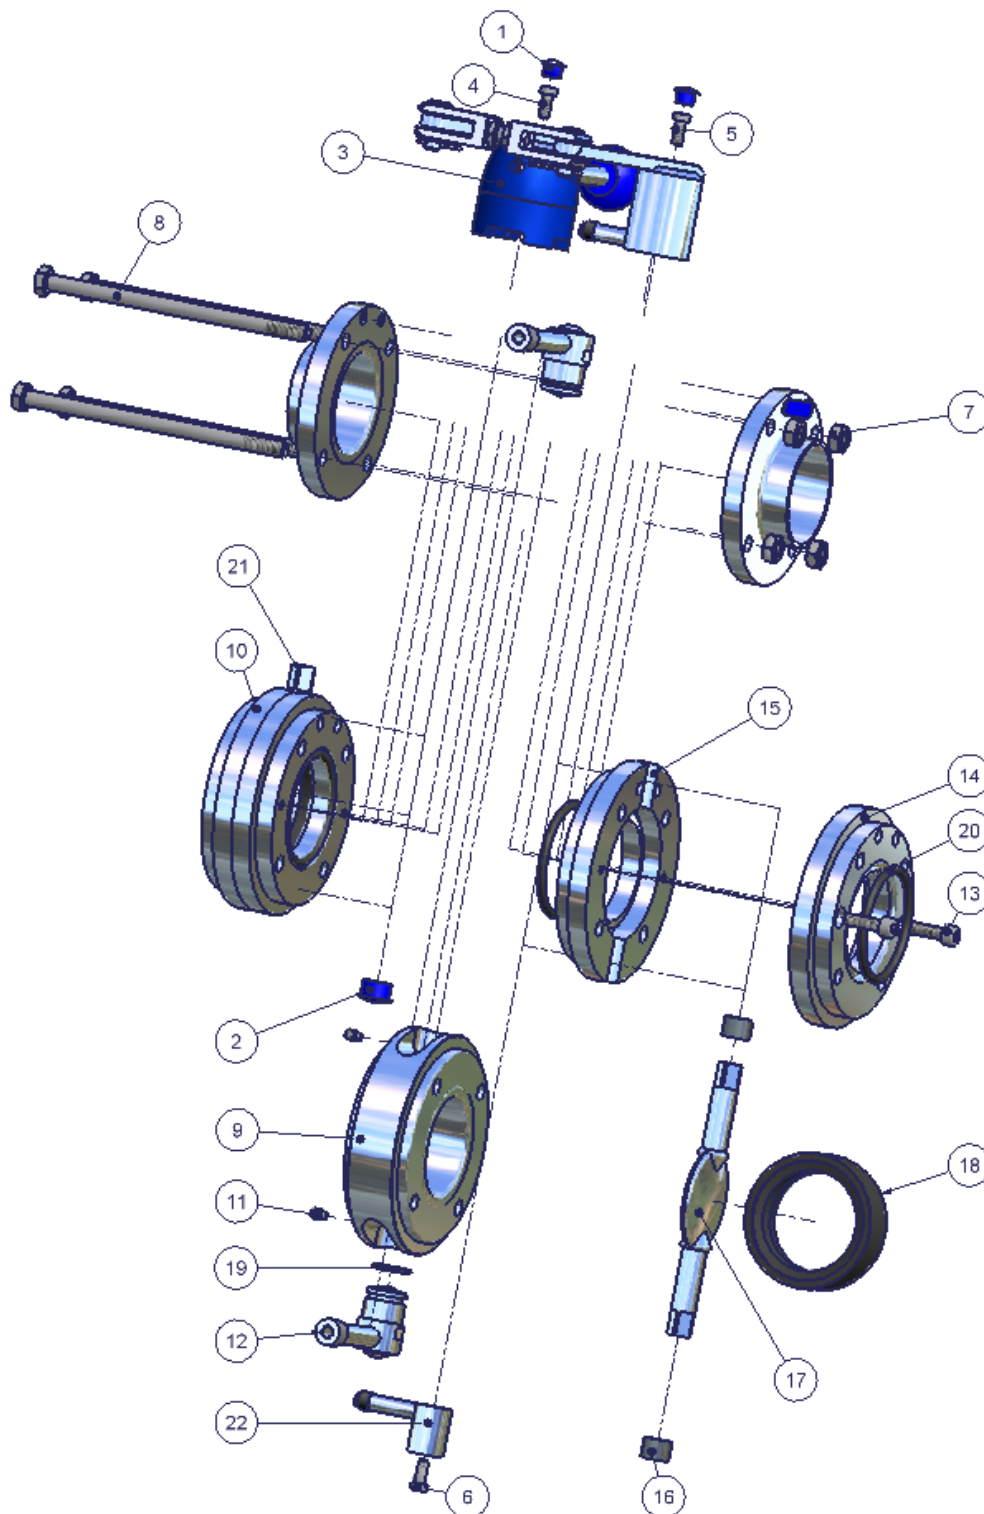

Abb.2: Explosionsansicht LSV07 manuell HB04
6.1 Demontage [siehe Abbildung 2]
- (b) Handhebel (3) ziehen und die dann freiliegende Innensechskantschraube (4) mit einem Innensechskantschlüssel SW4 lösen.
- (c) Zweite Innensechskantschraube (5) am Drehkopf mit einem Innensechskantschlüssel SW4 lösen.
- (e) Innensechskantschraube (6) mit einem Innensechskantschlüssel SW4 am unteren Drehkopf lösen. Drehkopf von der Klappe ziehen.
- (f) Sechskantmuttern (7) lösen, die Befestigungsschrauben (8) herausziehen und den Mittelteil (10) mit Mittelflansch (9) herausnehmen.
6.2 Montage [siehe Abbildung 2]